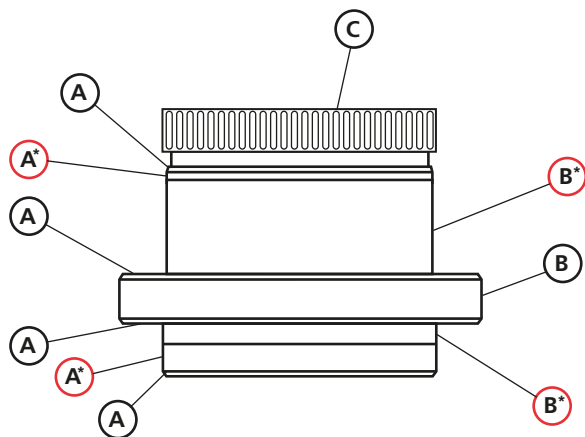
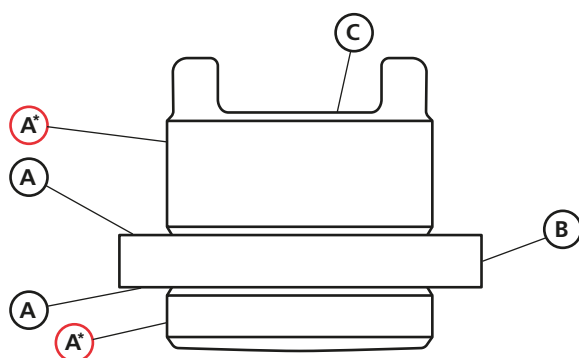

Figura 8 – Bussola in uscita scanalata, superfici importanti
Figura 9 – Menabrida della bussola in uscita per la serie HOB3, superfici importanti
La bussola in uscita (14) può essere facilmente rimossa dal riduttore rimuovendo prima l'anello di raccordo (15) dalla piastra base (16). Può essere necessario applicare una piccola forza sulla superficie contrassegnata con 'C' nella Figura 8 per agevolare la rimozione della bussola in uscita.
Per tutti i riduttori tranne che per quelli della serie HOB3, vedere la Figura 8. Per il riduttore HOB3, vedere la Figura 9.
⚠ IMPORTANTE: Prima di reinstallare la bussola in uscita dopo la lavorazione, controllare che le superfici contrassegnate con 'A' nella Figura 8 e nella Figura 9 non siano danneggiate. Se le superfici fossero danneggiate, le tenute o i cuscinetti del riduttore potrebbero rompersi e causare infiltrazioni di acqua o perdite di grasso.
Occorrerà inoltre applicare un composto anti-atrito contenente bisolfuro di molibdeno, come MI-Setral-9M, sulle superfici contrassegnate con un asterisco '*' nella Figura 8 e nella Figura 9 prima di reinserire la bussola in uscita nel riduttore. Per chiarimenti circa l'idoneità di un composto anti-atrito, contattare Rotork.
⚠ IMPORTANTE: Prima di reinstallare la bussola in uscita, controllare che le superfici contrassegnate con 'A' nella Figura 8 e nella Figura 9 non siano danneggiate. Se le superfici fossero danneggiate, le tenute o i cuscinetti del riduttore potrebbero rompersi e causare infiltrazioni di acqua o perdite di grasso.
Occorrerà inoltre applicare un composto anti-attrito contenente bisolfuro di molibdeno, come MI-Setral-9M, sulle superfici contrassegnate con un asterisco '*' nella figura applicabile (Figura 8 o Figura 9) prima di reinserire la bussola in uscita nel riduttore. Per chiarimenti circa l'idoneità di un composto anti-attrito, contattare Rotork.